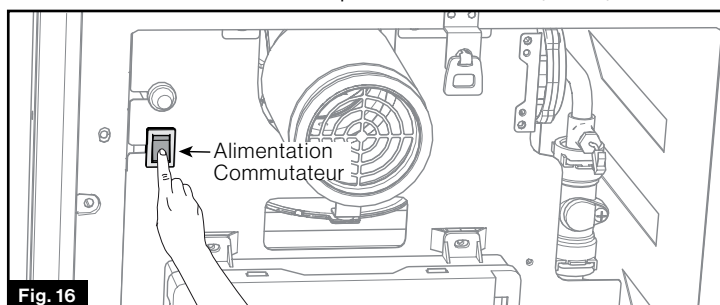
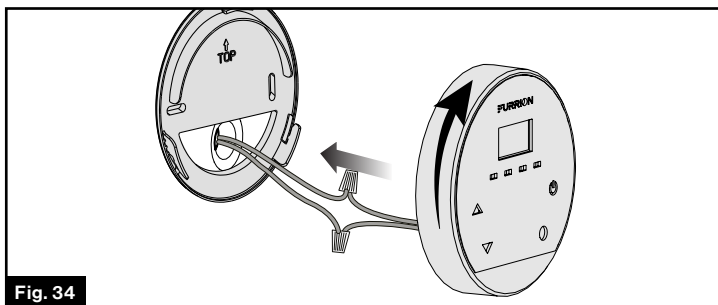

Fig. 16
Fig. 34
- Mettez le commutateur d'alimentation (Fig. 16) placé devant le chauffe-eau en position « **OFF** » (Arrêt).
3. Branchez les deux fils bleus de la commande murale directement à l'appareil ou à l'aide des fils de rallonge murale mentionnés sur la Fig. 16. (Les fils de la commande murale sont bleus et la polarité n'a pas d'importance.) (Fig. 34)